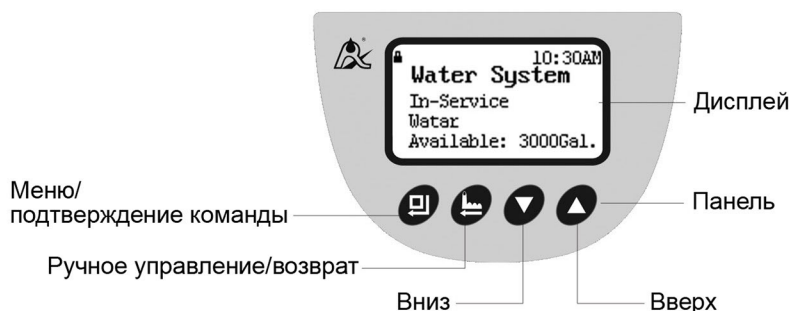

рис. 9.
- Оставшийся ресурс системы, например 3000 галлонов (рис. 9А).